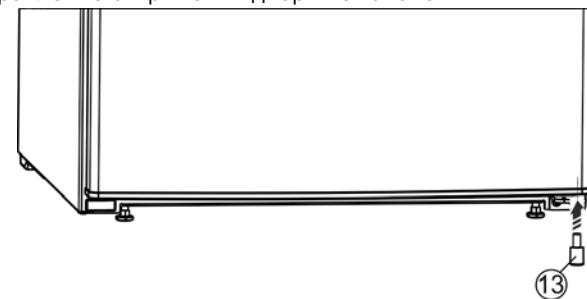

Fig. 27*
- ▶ Снова вставьте в дверь распорную деталь Fig. 27 (13) справа внизу - это важно для обеспечения устойчивости устройства.*